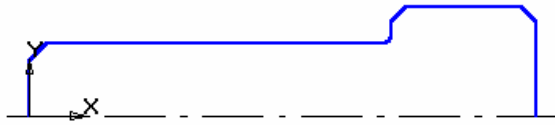

Рис. 74.
9. Видаліть зайві лінії, рис. 74. На панелі керування натисніть кнопку *Закінчити ескіз*.